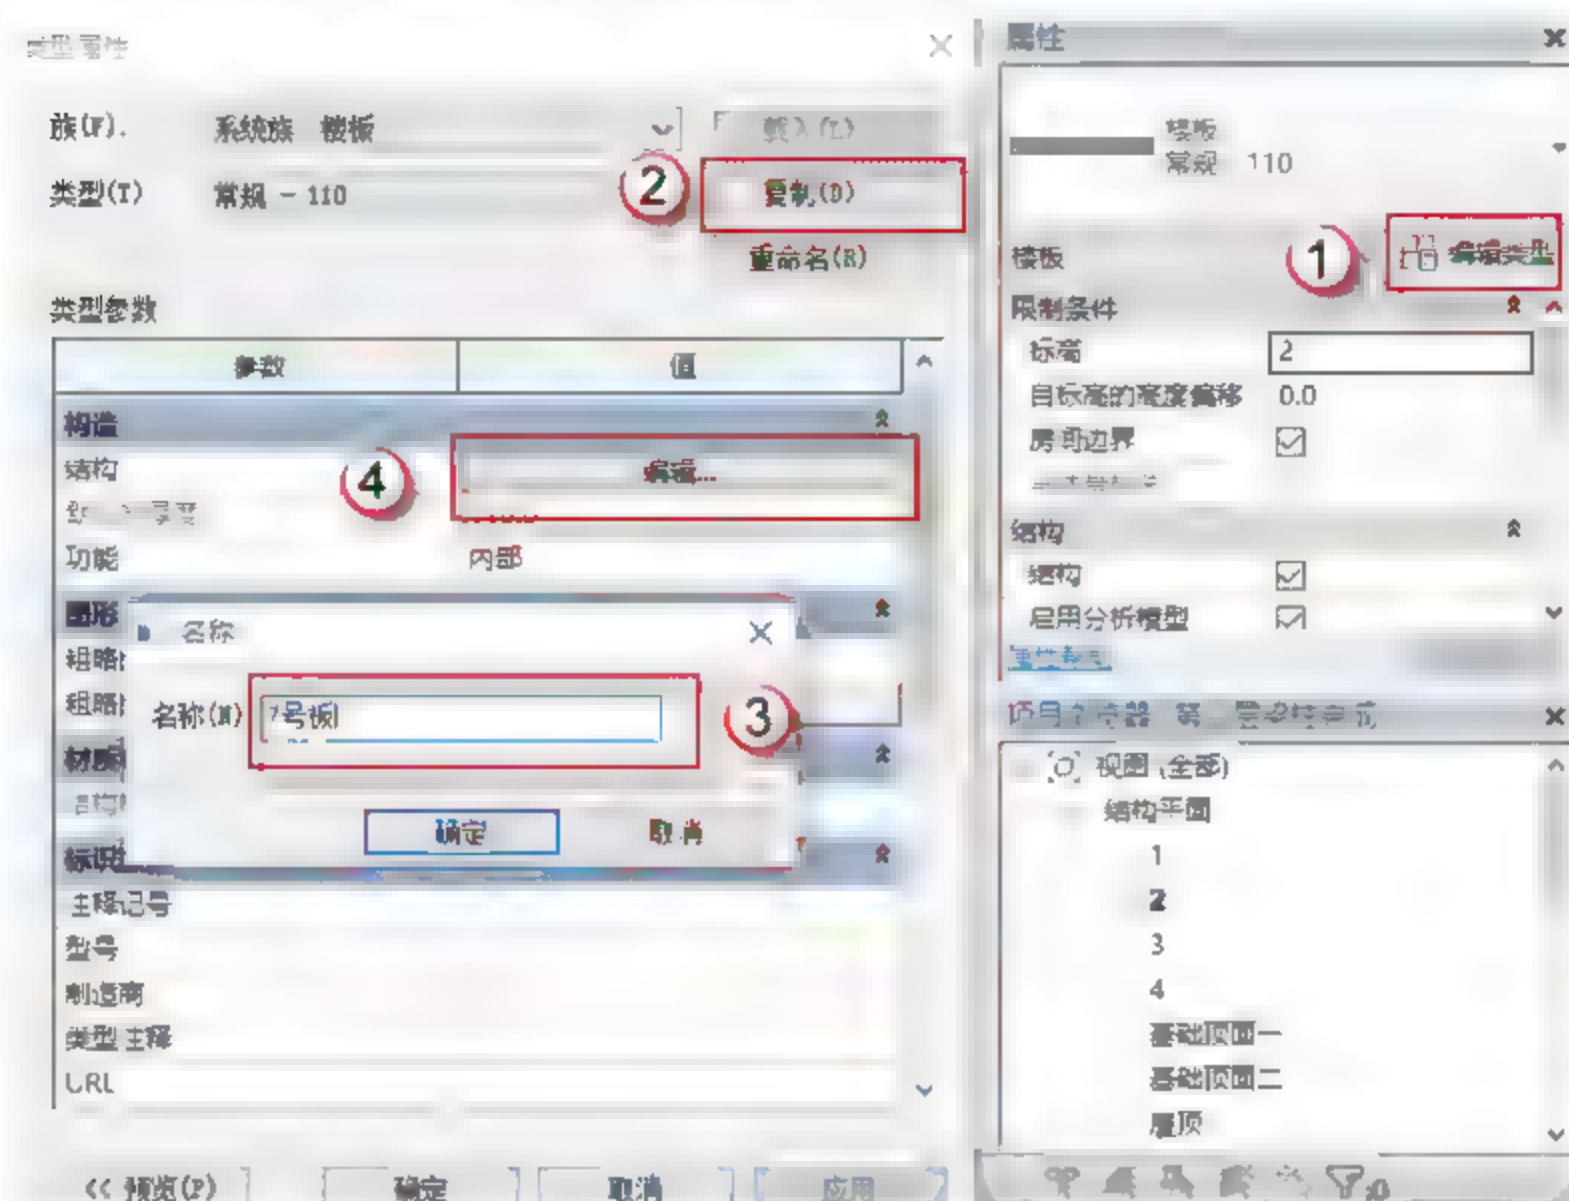

图 3.2.69 设置 7 号板参数
(15) 设置 7 号板参数, 按快捷键 S+B, 进入编辑模式, 单击“编辑类型”按钮, 在弹出的对话框中单击“复制”按钮, 在弹出的对话框中命名板号, 单击“确定”按钮。单击“编辑”按钮, 设置参数, 将板厚设置为 110, 如图 3.2.69 所示。